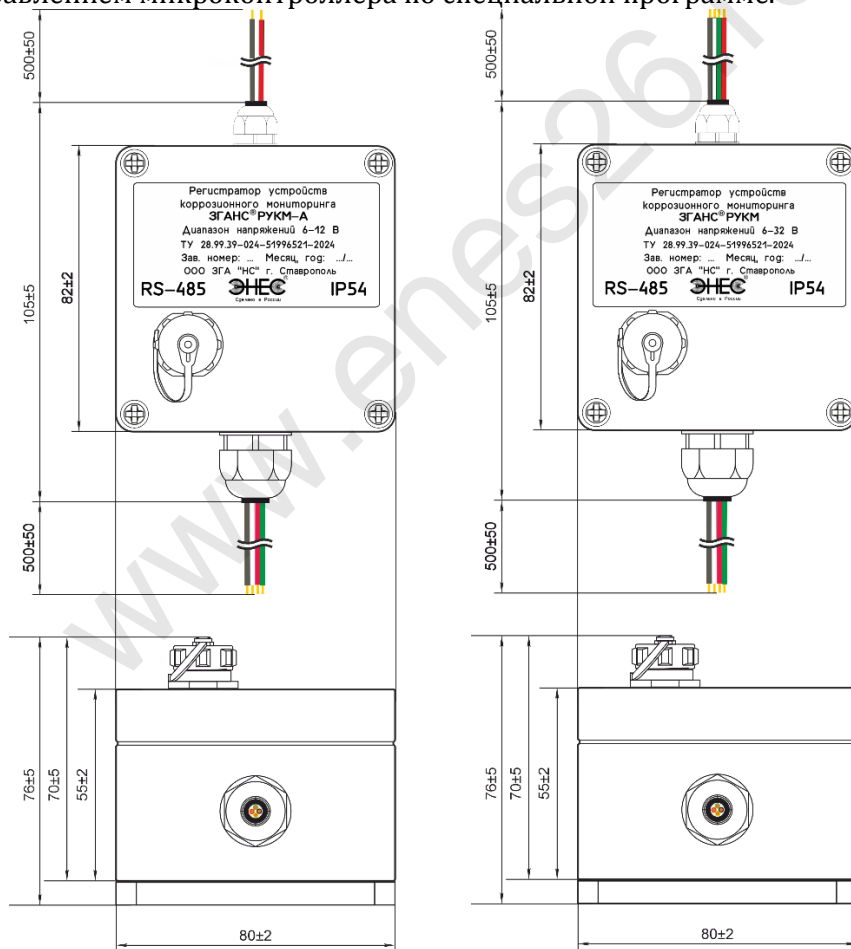

Рисунок 1
4.1 Конструктивно РУКМ выполнен в виде единого блока (рис. 1).